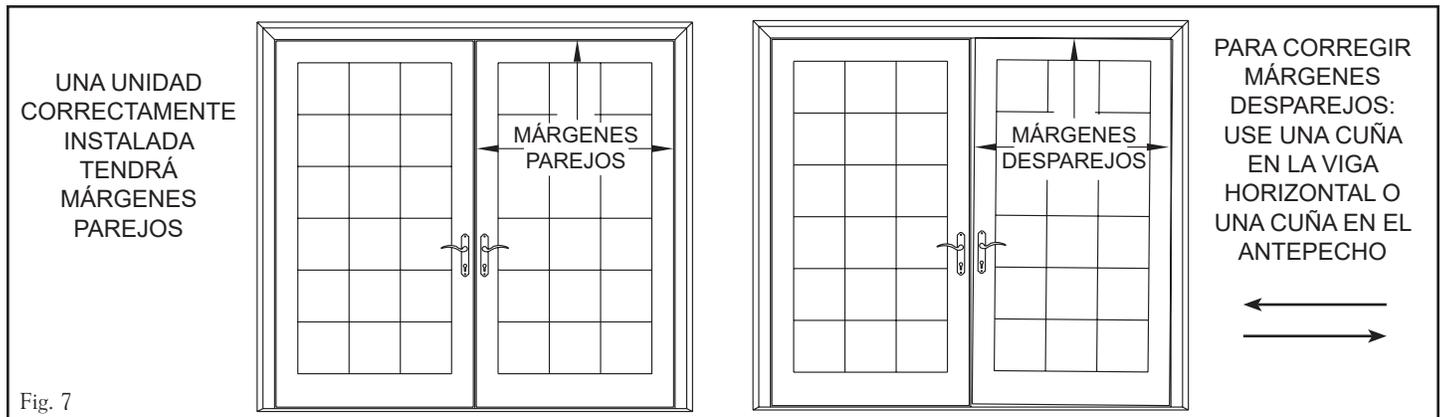

Fig. 7
Consulte la Fig. 7. Observando desde el interior, asegúrese de que los márgenes entre el interior del bastidor y el exterior del panel sean consistentes. Esto puede realizarse mediante el uso correcto de cuñas.
**Consulte la fig. 7, página anterior.** Observando desde el interior, asegúrese de que los márgenes entre el interior del bastidor y el exterior del panel sean consistentes. Esto puede realizarse mediante el uso correcto de cuñas.